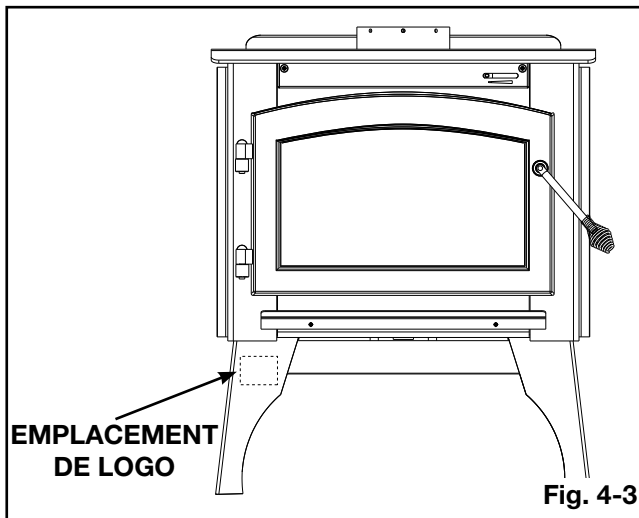

Fig. 4-3
- Placez le logo comme illustré (**Fig. 4-3**). Pour les emplacements de logo additionnels, voir la section « tiroir à cendres optionnel ».